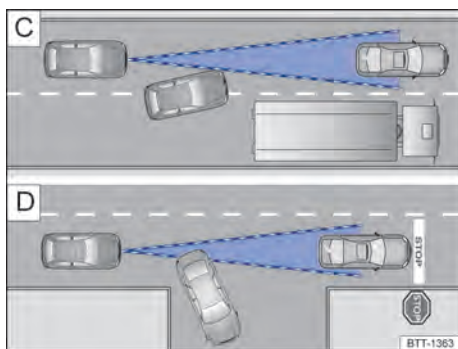

Fig. 154 C Mudança de faixa. D Veículo virando ou parado.
Por exemplo, se um veículo detectado pelo ACC virar ou mudar de faixa, e se houver um veículo parado à frente deste veículo, o ACC não reagirá ao veículo parado → Fig. 154 [D].
- Veículos que mudam para a faixa do próprio veículo imediatamente na frente do próprio veículo → Fig. 154 [C].